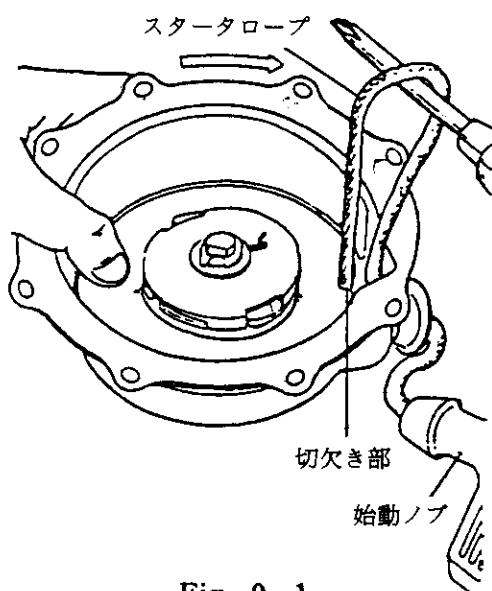

Fig. 9-1
(1) 分解要領 (D形)
- ① リコイルスタータをエンジンから取り外して下さい。（ボックススパナ等で）
- ② 始動ノブを引き、スタータロープを30~40cm引き出し、リールの切欠き部がスタータロープの出口に来た所で、リールが逆転しない様にFig 9-1のように親指でしっかりと押えて、ドライバーでスタータロープをリコイルスタータの内側に引き出します。